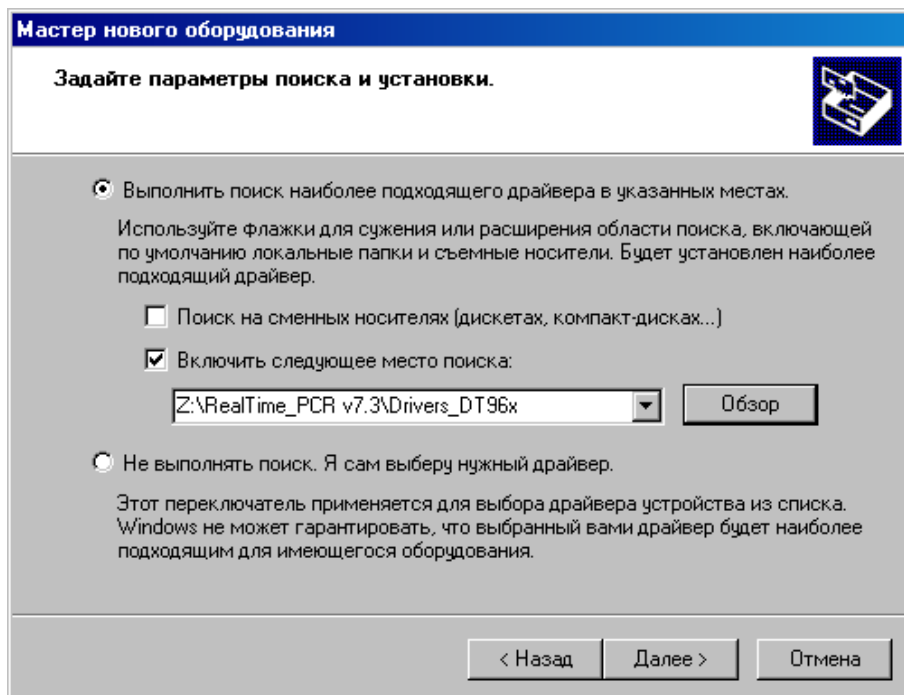

Рис.6 Поиск папки Drivers_DT96x на компакт-диске
- В окне задания параметров поиска и установки (Рис.6) укажите путь к папке с драйвером для чего поставьте галочку в окошке **Включить следующее место поиска** и нажмите кнопку .
- Убедившись, что путь к папке с драйвером в окне (Рис.6) указан правильно, нажмите кнопку .